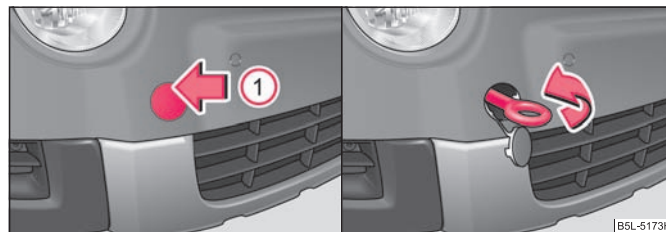

Fig. 190 Paragolpes delantero: Desmontaje de la cubierta / montaje de la argolla de remolque
- Presione la mitad superior de la cubierta en la dirección de la flecha ① ⇒ fig. 190.
- Enroscar la argolla de remolque a mano hacia la izquierda hasta el tope ⇒ fig. 190 y apretarla con la llave de rueda (insertar la llave de rueda a través de la argolla).